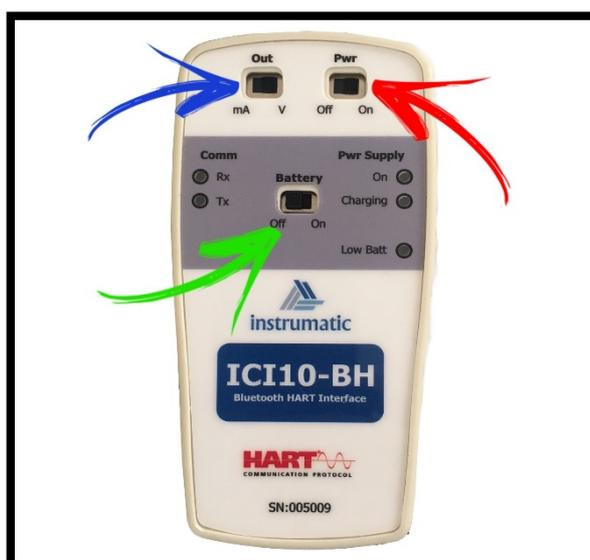

Figura 4:
- Na figura 4, no indicador vermelho, possui um led de aviso sobre bateria fraca ou sem carga.
- a. Click em COMxx mostrado pelo indicador vermelho na figura 4 e segure por um segundo, em seguida abrirá uma janela, em seguida click em “Add device” indicador verde.